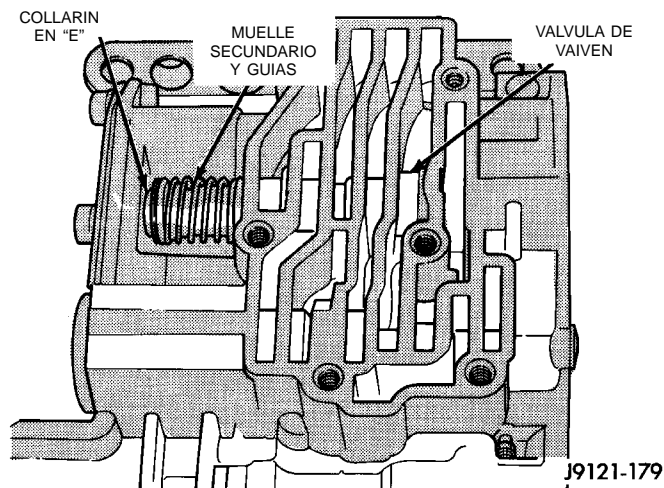

Fig. 72 Localización del collarín en "E" de la válvula de vaivén y muelle secundario
(3) Retire el collarín en "E" que asegura el muelle secundario de la válvula de vaivén en el vástago de válvula (Fig. 72).